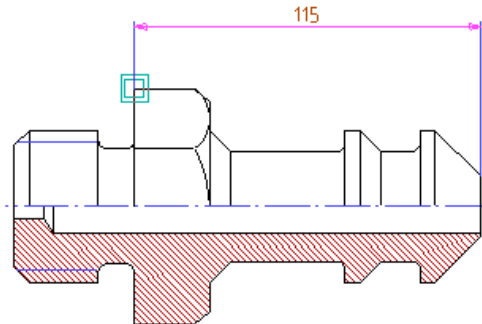

Рисунок 1.15 – Другий етап створення параметричної моделі
2. Вкажіть розмірну лінію. Підсвітиться перша виносна лінія (рис. 1.15) і з'явиться запит «Поля группы/Esc».